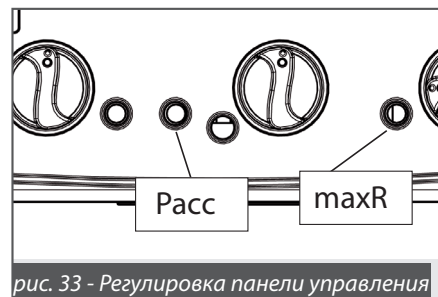

рис. 33 - Регулировка панели управления
- установить регулятор тепловой мощности **maxR** (рис. 33) в МАКСИМАЛЬНОЕ ПОЛОЖЕНИЕ, вращая потенциометр ПО ЧАСОВОЙ СТРЕЛКЕ;
- повернуть триммер **Pacc** (рис. 33) в промежуточное положение и, после завершения работы режима тестирования/«трубочист» (пар. 3.2.8.1), проверить, что включение горелки происходит плавно и бесшумно: в противном случае, повысить или понизить мощность включения, действуя на триммер **Pacc** (для повышения, вращать по часовой стрелке; для уменьшения, вращать против часовой стрелки);